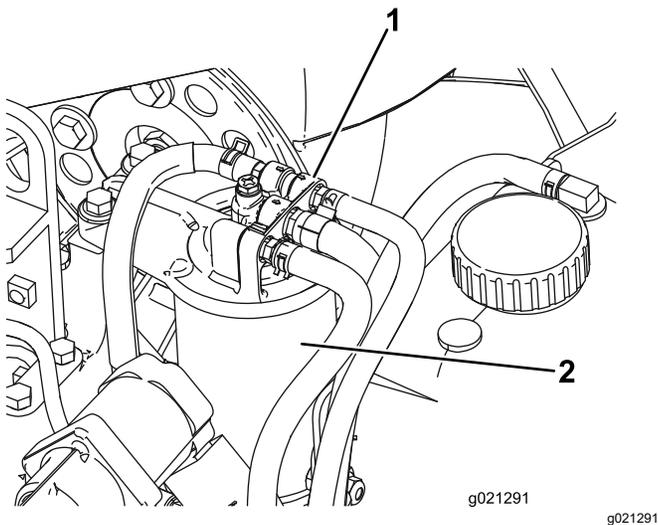

Рисунок 95
1. Очистите поверхность вокруг головки топливного фильтра (Рисунок 95).
2. Снимите фильтр и очистите монтажную поверхность головки фильтра (Рисунок 95).